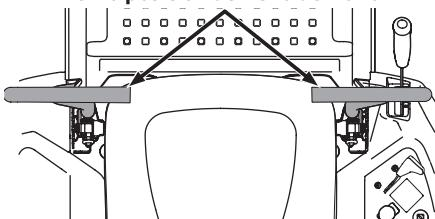

Figura 21
1. El operador debe estar sentado en el asiento del tractor con las palancas de control de la transmisión de barras de seguridad completamente hacia afuera en la posición de estacionamiento. Consulte la Figura 21. Consulte la sección Práctique el modo de operación con el tractor para obtener más instrucciones.